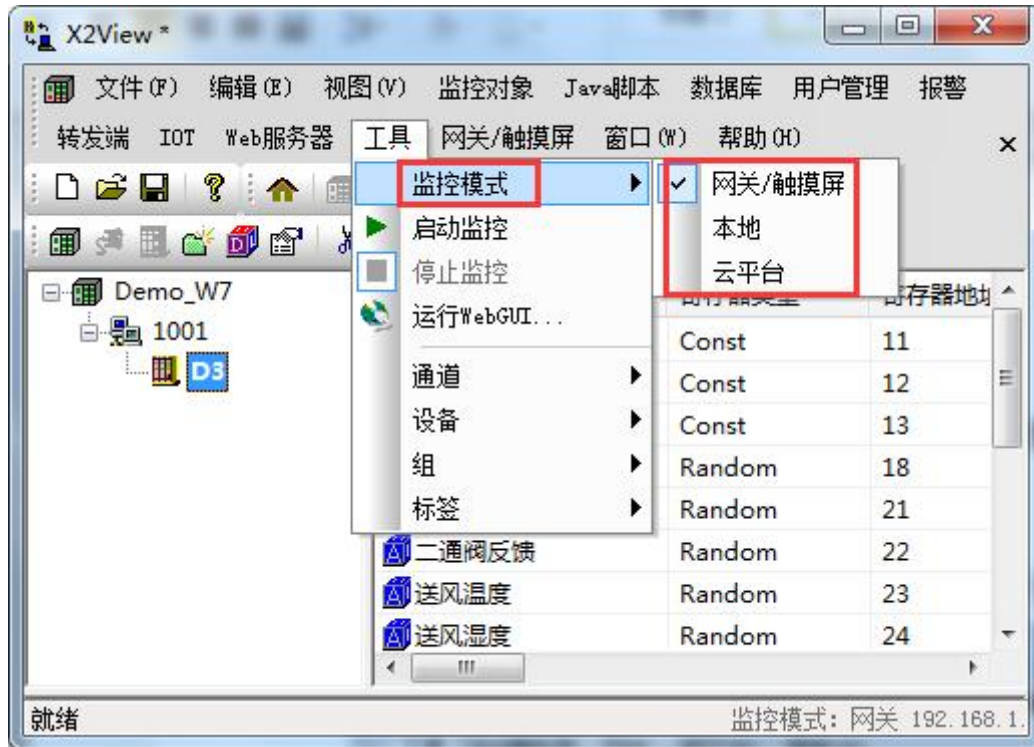

图 4-10-1 选择监控模式
(1) 进入“X2View”主控制界面，双击“驱动配置”，进入“驱动配置”窗口，单击“工具”菜单，选择“监控模式”，可以在“本地”、“云平台”和“网关/触摸屏”三种模式之间切换，如图 4-10-1 所示；